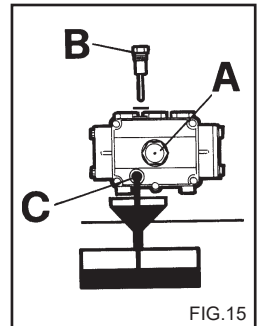

FIG. 15
- 2) De tap met de oliepeilstaaf losschroeven (Fig. 15)